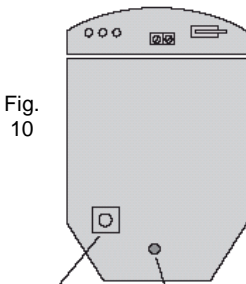
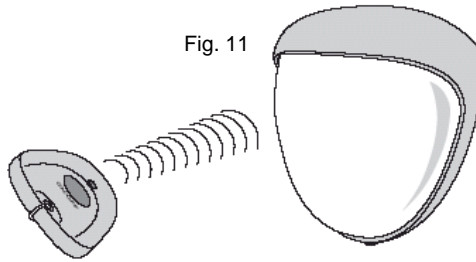

Fig. 10
Fig. 11
- L'utilisateur a la possibilité de programmer individuellement plusieurs options configurables, comme détaillées dans le tableau de programmation. Les réglages d'usine sont signalés par les cases grisées. Les réglages existants sont très faciles à modifier. Pour réinitialiser l'appareil aux réglages d'usine, il suffit d'isoler l'alimentation électrique du détecteur, et d'appuyer longuement sur le bouton de programmation (voir Fig. 10) tout en alimentant temporairement le détecteur : soit avant l'installation, avec une pile PP3 ou par application d'une tension 12 V sur site.
- 1) Appuyer sur le bouton de programmation, comme indiqué à la Fig. 10 (ou sur le bouton de la télécommande, comme indiqué aux Fig. 11 et 12) du nombre de fois correspondant à l'option à régler, c'est-à-dire une fois pour la portée, 2 fois pour le décompte d'impulsions, 3 fois pour la DEL, 4 fois pour le niveau d'éclaircement, 5 fois pour les contacts et 6 fois pour le retardeur.
REMARQUE : lorsque le détecteur **D-TECT²** est sous tension, l'utilisateur dispose d'une fenêtre de temps de 5 minutes pour utiliser la télécommande IR. Pour réinitialiser le retardeur, appuyer sur le bouton de programmation comme indiqué à la Fig. 10 ou isoler puis rétablir l'alimentation électrique du détecteur **D-TECT²**